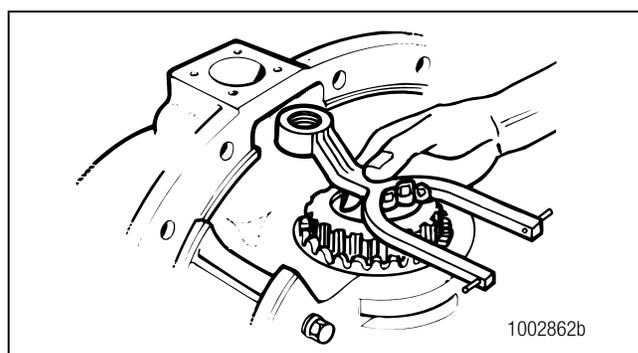

Figure 6.9
4. Installer la fourchette d'embrayage dans la tête de pont. Figure 6.9.